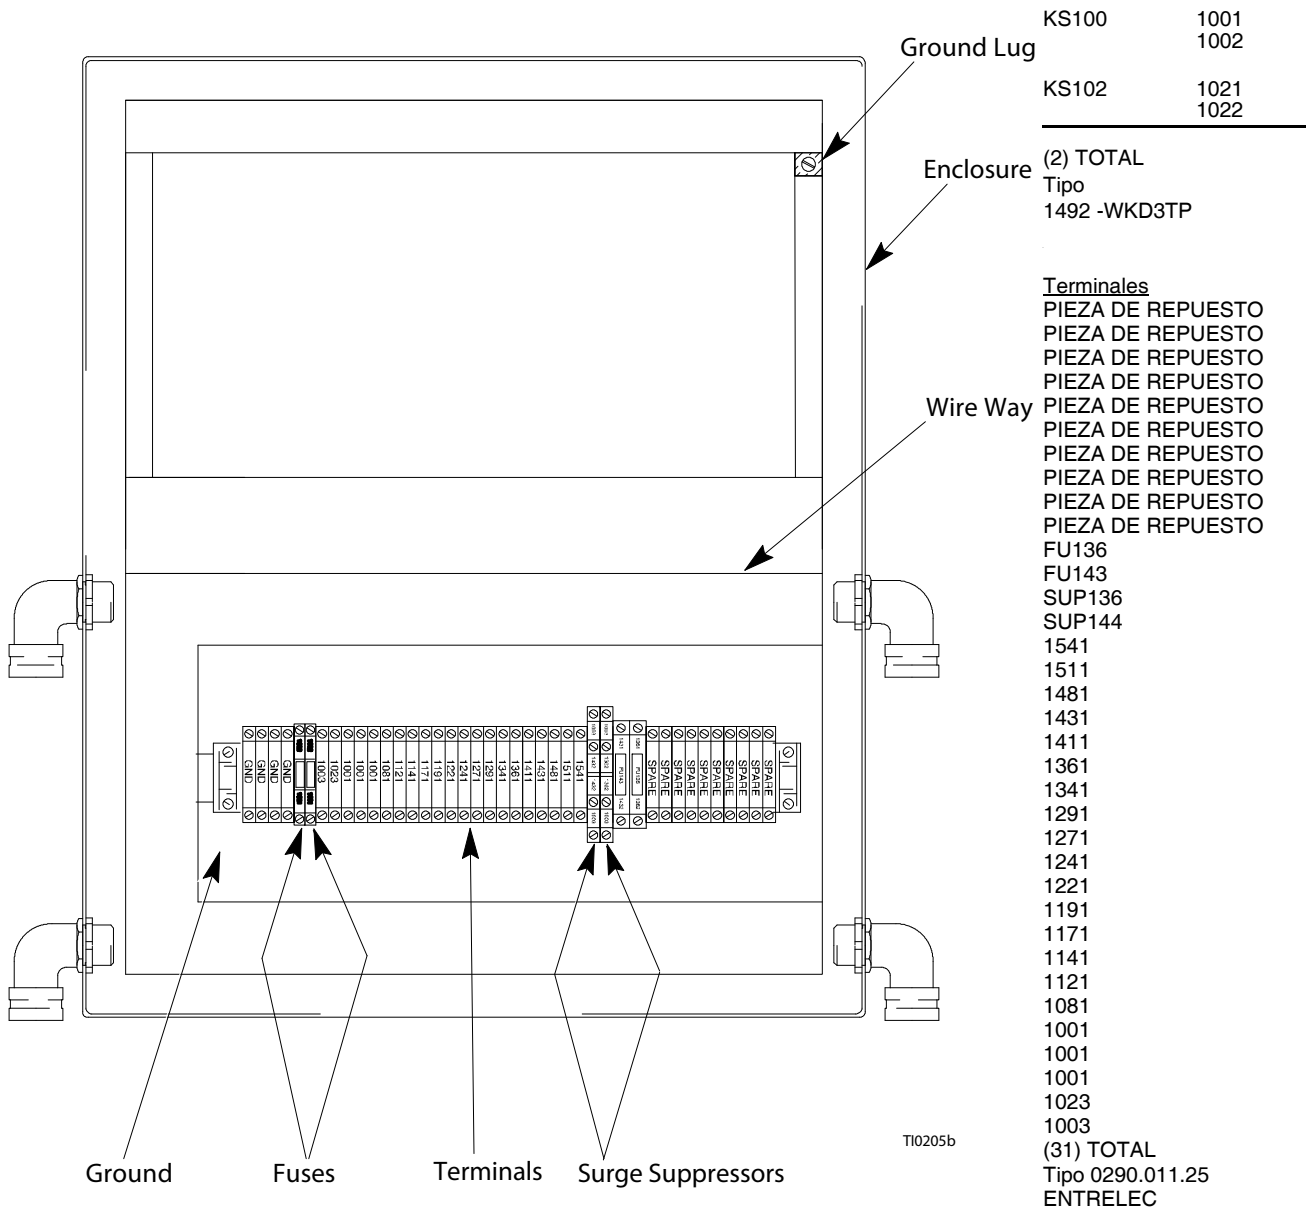

Fig. 15
3. Localice el conjunto de la válvula (203) que está conectado a la placa de montaje (201) debajo del panel de la caja de conexiones (217). Vea la Fig. 15.
4. Desconecte los dos cables (216) de la franja de la terminal dentro del panel de la caja de conexiones (217) para el banco del conjunto de la válvula (203). Para obtener información sobre el cableado, consulte el **Diagrama eléctrico** de la página 88.
5. Retire los cuatro tornillos de cabeza (205), las arandelas de fijación (206) y el conjunto de la válvula (203) de la placa de montaje (201).
6. Instale el nuevo conjunto de la válvula (203) de la placa de montaje (201) con los cuatro tornillos de cabeza (205) y las arandelas de fijación (206). Vea la Fig. 15.
7. Vuelva a conectar los dos cables (216) de la franja de la terminal dentro del panel de la caja de conexiones (217) para el banco del conjunto de la válvula (203). Para obtener información sobre el cableado, consulte el **Diagrama eléctrico** de la página 88.
11. Compruebe que el banco del conjunto de la válvula (203) funciona correctamente.
3. Localice el conjunto del interruptor de presión (202) que está conectado a la placa de montaje (201) debajo del panel de la caja de conexiones (217). Vea la Fig. 15.
4. Desconecte el cable de 5 clavijas (211) del conjunto del interruptor de presión (202). Para obtener información sobre el cableado, consulte el **Diagrama eléctrico** de la página 88.
5. Desconecte el extremo del cable principal cable del conjunto del interruptor de presión (202). Deje el otro extremo del cable principal conectado al banco del conjunto de la válvula (203).
6. Retire los dos tornillos de cabeza, las arandelas de fijación y el conjunto del interruptor de presión (202) de la placa de montaje (201).